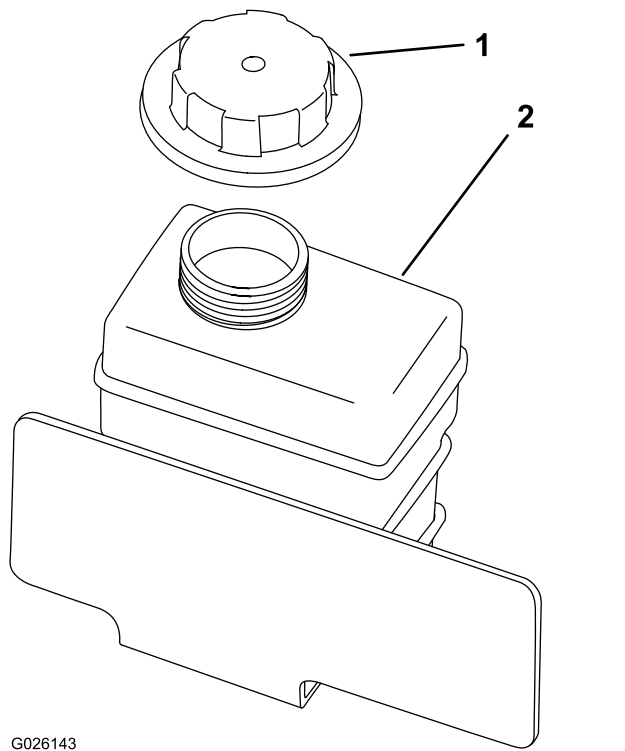

Bild 52
4. Prüfen Sie den Kühlmittelstand im Überlaufgefäß (Bild 52).